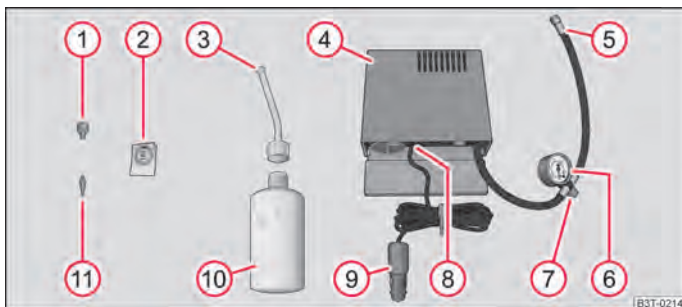

Abb. 192 Bestandteile des Reifenreparatursatzes
- Den Aufkleber ② ⇒ Abb. 192 kleben Sie auf die Schalttafel im Sichtfeld des Fahrers.
- Schrauben Sie mit Hilfe des Ventilinsatzdrehers ① den Ventilinsatz heraus und legen ihn auf einen sauberen Untergrund.
- Reifenfüllflasche ⑩ ⇒ Abb. 192 einige Male kräftig schütteln.
- Einfüllschlauch ③ fest im Uhrzeigersinn auf die Reifenfüllflasche schrauben ⑩. Die Folie am Verschluss wird automatisch durchstoßen.
- Verschlussstopfen vom Einfüllschlauch ③ entfernen und das offene Ende ganz auf das Reifenventil stecken.
- Flasche ⑩ mit dem Boden nach oben halten und das gesamte Dichtungsmittel der Reifenfüllflasche in den Reifen füllen.
- Ventileinsatz mit dem Ventileinsatzdreher ① wieder in das Reifenventil schrauben.
- Reifenfüllschlauch ⑤ ⇒ Abb. 192 des Luftkompressors fest auf das Reifenventil schrauben.
- Prüfen, ob die Luftablassschraube ⑦ zuge dreht ist.
- Stecken Sie den Stecker ⑨ in die 12-Volt-Steckdose ⇒ Seite 93.
- Luftkompressor mit dem EIN- und AUS-Schalter ⑧ einschalten.
- Wenn der Luftdruck von 2,0 – 2,5 bar nicht erreicht werden kann, den Reifenfüllschlauch ⑤ vom Reifenventil abschrauben.
- Reifenfüllschlauch des Luftkompressors ⑤ erneut fest auf das Reifenventil schrauben und den Aufpumpvorgang wiederholen.